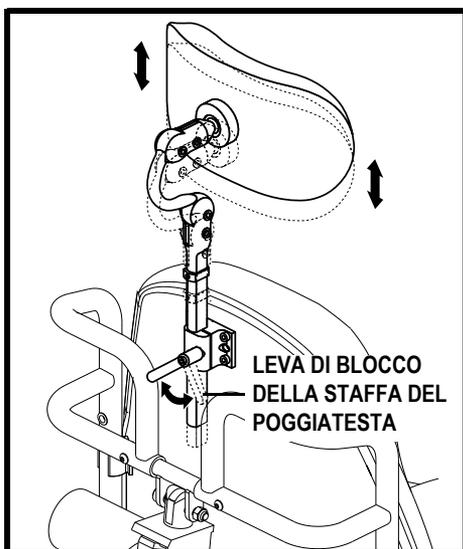

Figura 11. Regolazione dell'altezza del poggiatesta Euro
1. Allentare la leva di blocco della staffa del poggiatesta. **Vedere figura 11.**